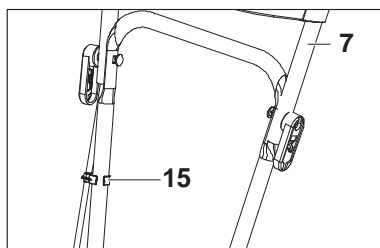

Fig. 4
5. Fixez le cordon dans la pince du cordon [15] (Fig.4).